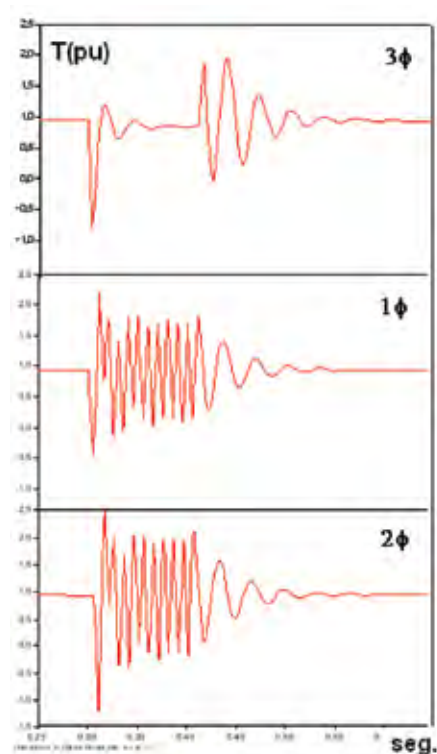

Figura 2: cupla en el motor para distintas fallas.
En la figura 2, se muestra la cupla en el motor para distintas fallas: 2a falla trifásica simétrica, 2b monofásica y 2c bifásica.
Explícitamente, se eligieron diferentes tecnologías de comunicación entre los medidores y concentradores. Un proveedor utiliza tecnología por radiofrecuencia, mientras que los demás emplean PLC. El objetivo es evaluar la *performance* en situaciones urbanas reales. En agosto de 2015, la instalación de los medidores, concentradores y software AMI ha sido completada. La figura 2 presenta un mapa detallado de las cuatro ubicaciones.
**Figura 2: cuatro centros de transformación MT/BT, en donde se reemplazarán los medidores de los clientes por equipos inteligentes e integrados a redes de telecomunicación.**